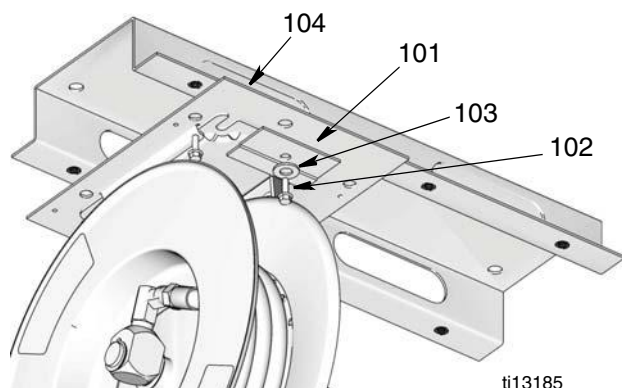

Рис. 14
3. Снимите винт с колпачком (102), шайбу (103) и прижимную пластину (101). Затем выдвиньте шланговый барабан с плиты основания (104) (Рис. 14).